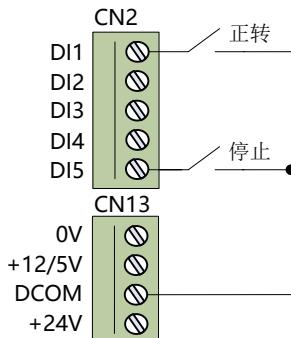

图 5-2 端子状态模式 (正转)
- 当参数 n0.09 命令源选择设置为 1 时, 为端子状态模式, 正反转启动信号由一个数字输入端给出, 如设置 DI1 为正转 (n7.00=1), 接线方法如图 5-2 所示。